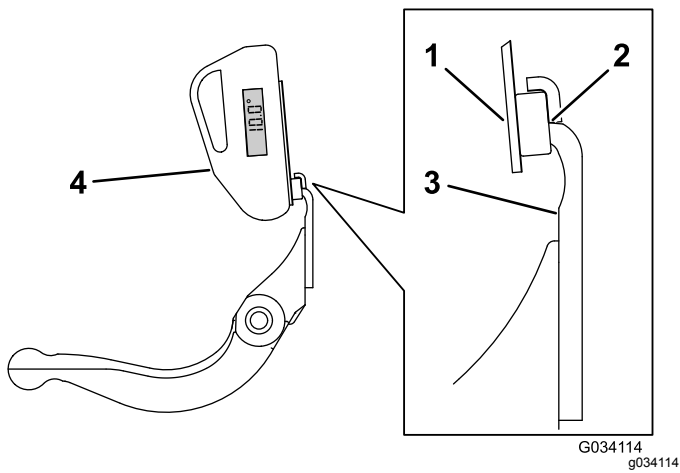

图 28
- 3. 将角度指示器底座放在底刀边缘上以使磁体边缘与底刀边缘紧密配合 图 28。
4. 如 图 28 所示将角度指示器放置到底座上。